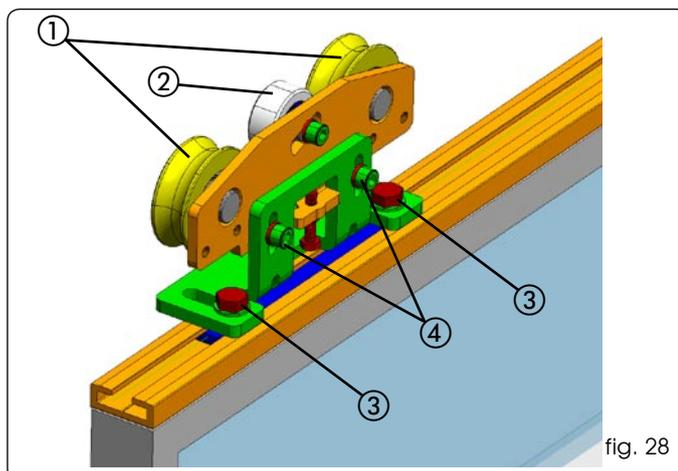

fig. 28
I carrelli sono dotati di due ruote di scorrimento (fig. 28 rif. ①) e di una ruota di contospinta (fig. 28 rif. ②).
Alla base dei carrelli, inoltre, sono presenti due asole che permettono la regolazione in profondità dell'anta (fig. 28 rif. ③).
- Allentare leggermente le due viti M6 fig. 28 rif. ④.